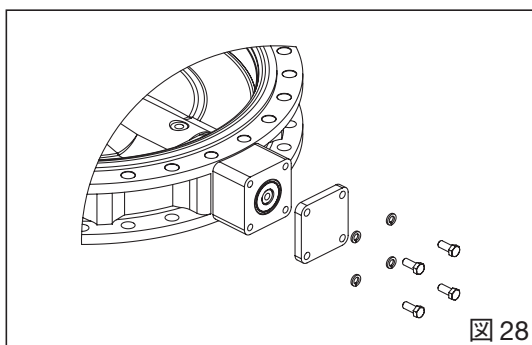

図 28
5.本体下部に付いている底カバーを外してください。(図28)